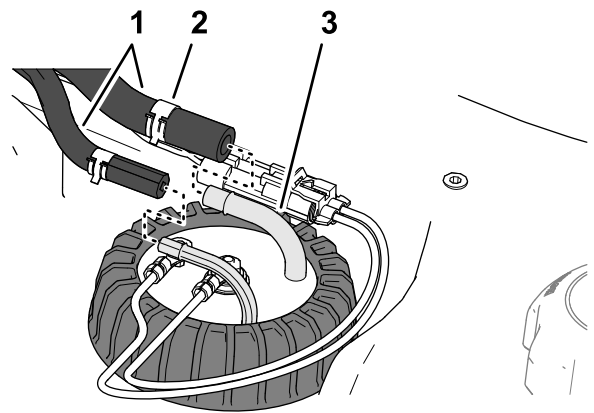

Figura 93
5. Montați furtunul pe fittingurile transmițătorului pentru combustibil și fixați furtunurile de fittinguri cu ajutorul clemelor (Figura 93).